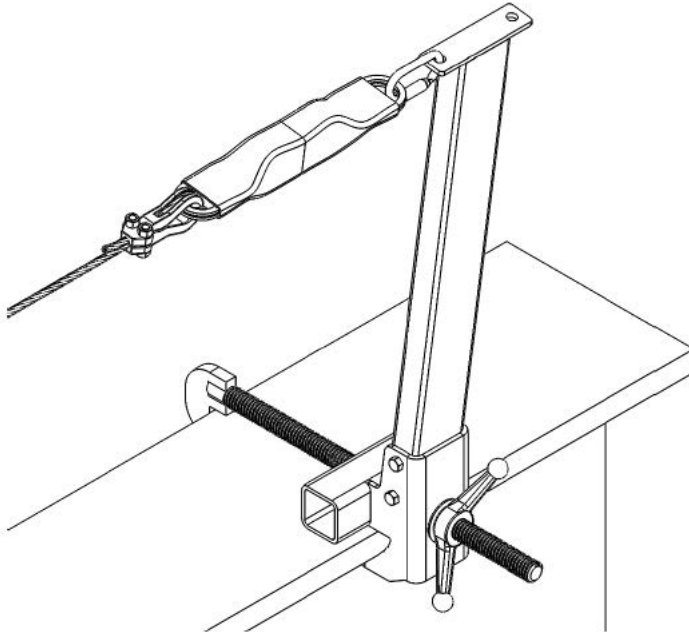

Figura 5
- (1) Ponga la tuerca de abrazadera en el extremo de la varilla roscada para que la abrazadera pueda abrirse por completo.
- (2) Oriente el ensamble del puntal de manera tal que el ala de la viga en I superior quede en la ranura de la base del puntal.
- (3) Apriete la varilla roscada con gancho para que el gancho se cierre alrededor del ala en el lado opuesto de la viga en I.
- (4) Apriete a mano la tuerca de abrazadera (figura 5) en la base del puntal para que el ensamble del puntal quede apretado en las alas de la viga en I.